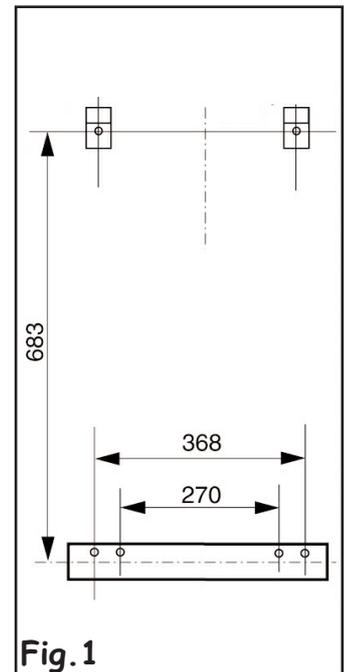

Fig.1
- ◆ Colocar la plantilla en el lugar elegido (fig.1).